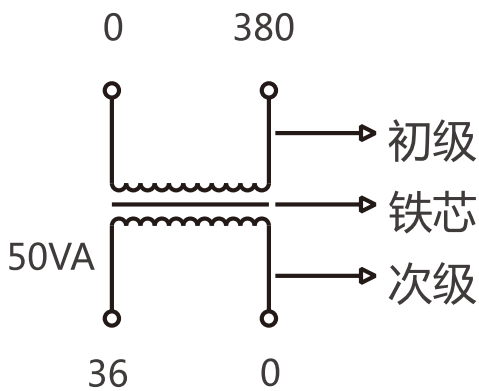
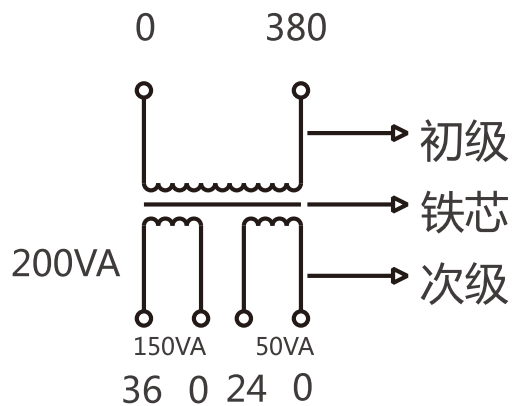
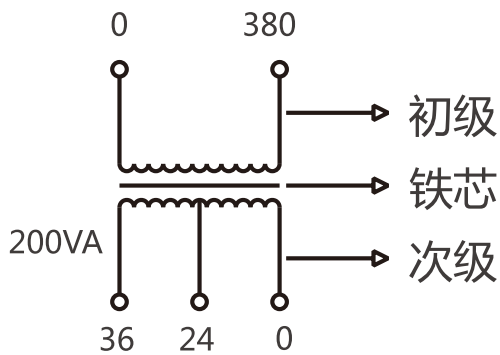
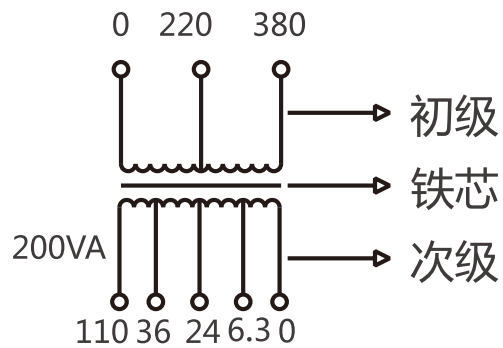

图1 单独绕组
图2 分开绕组
图3 混合绕组
图4 连续式中间带抽头绕组
3.2.2 本系列变压器的线圈，当初次级只有一个绕组时，可担负全部额定的容量；若有多个绕组时，则按各绕组应能承担的容量分配；但各绕组的容量之和不得超过总容量，见图1、图2、图3、图4。
3.2.3.1 例如图1，BK、BKC-50型，容量50VA，输入电压380V，输出电压36V。因为初、次级只有一个绕组，所以它可以担负全部容量50VA。
3.2.3.2 例如图2，BK、BKC-200型，容量200VA，输入电压380V，输出电压36V、容量150VA，输出电压24V、容量50VA。因为图中初级只有一个绕组，所以它所承担的容量是额定容量200VA；次级有两个分开的单独绕组，而且各绕组容量已标明，所以它们各自承担容量，但总量之和200VA。
3.2.3.3 例如图3，BK、BKC-200型，容量200VA，输入电压380V，输出电压36V、24V。因为图中初级只有一个绕组，所以它所承担的容量是额定容量200VA，次级中有中间抽头，所以次级的最高电压36伏单独使用时，才能带200VA的负载。24V则不能带200VA的负载，只能带133VA的负载。因为次级总电流 $I = P_e / U = 200VA / 36V = 5.55A$ 所以单独使用24V时的容量 $= 24V \times 5.55A = 133VA$ ，如果36V、24V同时使用时，其电流之和也不能大于5.55A，总之，无论输出电压是单独使用或两组同时使用，其负载电流之和不能超过变压器的额定电流。
3.2.3.4 例如图4，BK、BKC-200型，容量200VA，输入电压380V、220V，输出电压110V、36V、24V、6.3V。从图4中我们可以看出：初、次级绕组中都有中间抽头。次级的最大使用
6.1 购买前，先估算好您所使用的电器总容量，参考图1~图4的结构，选用留有一定容量的变压器，确保瞬时启动时不烧坏变压器。
8.1 变压器的型号、规格、容量、初、次级电压及次级电压的容量分配或参考图1-图4的举例来选择适合您自己的产品。